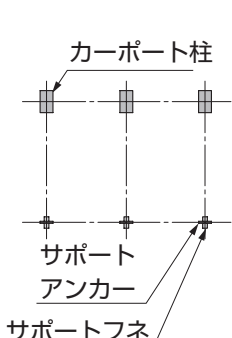
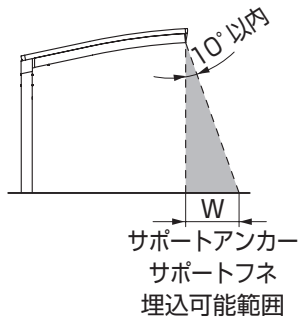
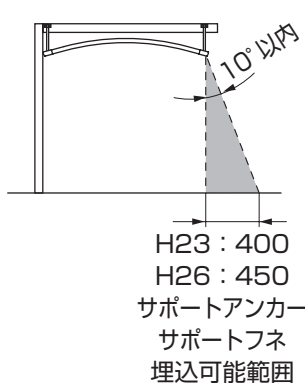

図2-1
図2-2
図2-3
- ①サポートアンカーとサポートフネの基礎位置を決めてください。(図2-1、図2-2、図2-3参照)